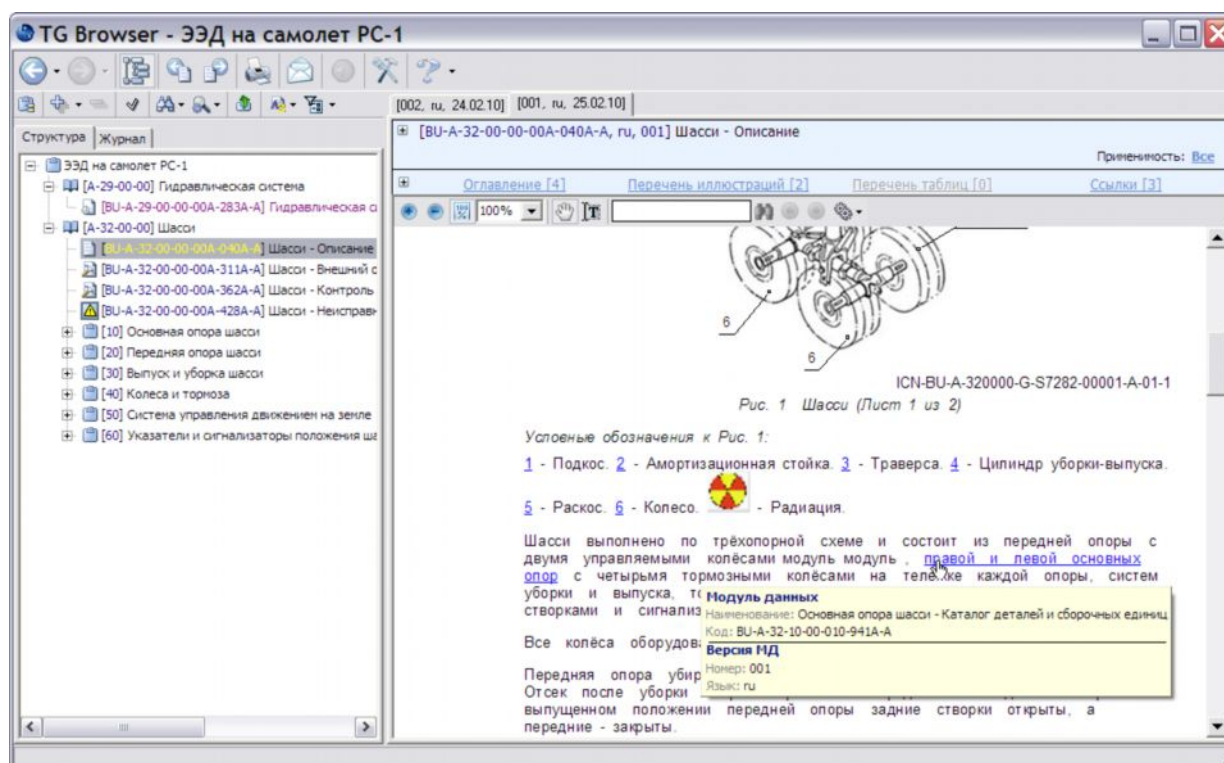

Рис. 3.225
7. Подведите курсор к внешней ссылке в документе так, чтобы он принял вид пальца руки. На экране появится всплывающая подсказка, содержащая информацию о модуле данных, на который установлена ссылка, и его версии (Рис. 3.225). Нажмите на ссылку левой кнопкой мыши. При этом в окне просмотра появится содержимое модуля данных, указанного в ссылке.